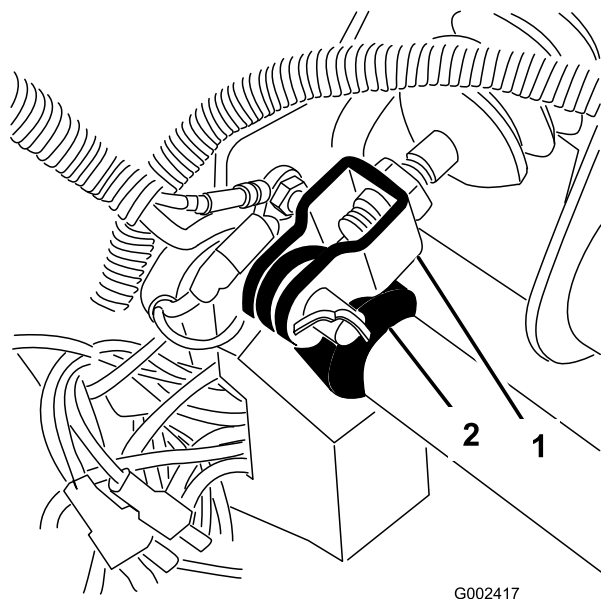

Figura 66
1. Rimuovete la coppiglia e il perno che fissano la forcella del cilindro principale al perno del pedale del freno (Figura 66).